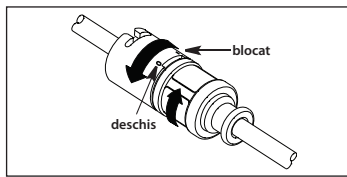

Figura 9
b. Dacă se utilizează un ecran anticontaminare al cateterului cu adaptor TwistLock, rotiți jumătatea superioară a amboului distal în sens orar pentru a bloca cateterul în poziție. Re poziționați capătul proximal al ecranului cateterului după cum doriți. Rotiți jumătatea superioară și cea inferioară în direcții opuse, pentru a bloca în poziție. Testați adaptorul trăgând ușor de cateter, pentru a asigura fixarea sigură pe cateter (consultați Figura 9).